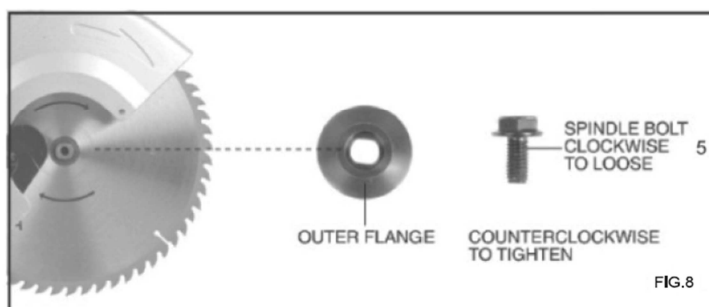

FIG. 8
6. Utilisez la clé pour dévisser et enlever le boulon de la broche. Note : le boulon de la broche se dévisse dans le sens des aiguilles d'une montre. Enlevez ensuite le flasque extérieur. (Voir Fig. 8)